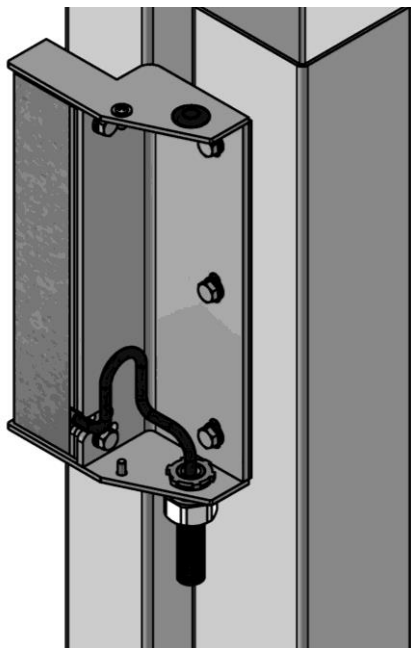

Рисунок 4 – Монтаж кабеля
Установить в одно из ребер кронштейна муфту РКн-10 (19), в зависимости от направления выхода кабеля замка (рисунок 4). Ввести кабель в муфту и в металлорукав, закрепив металлорукав в муфте (металлорукав в комплект поставки не входит).